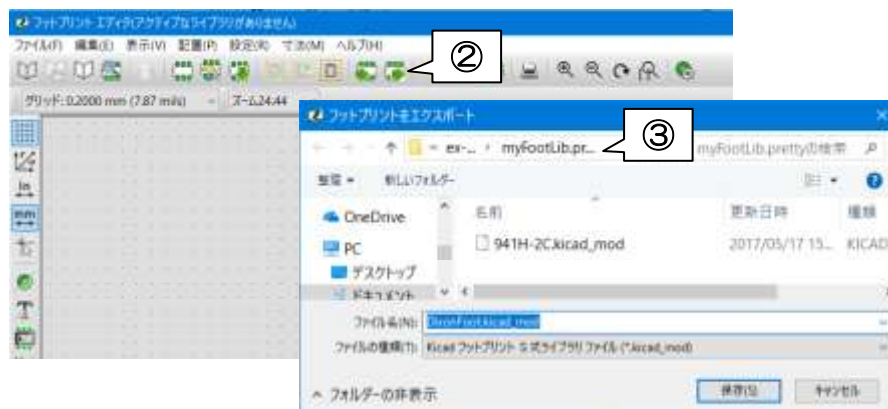

図 15-5
(5) フットプリント・ライブラリへのフットプリントの追加収容 図 15-5